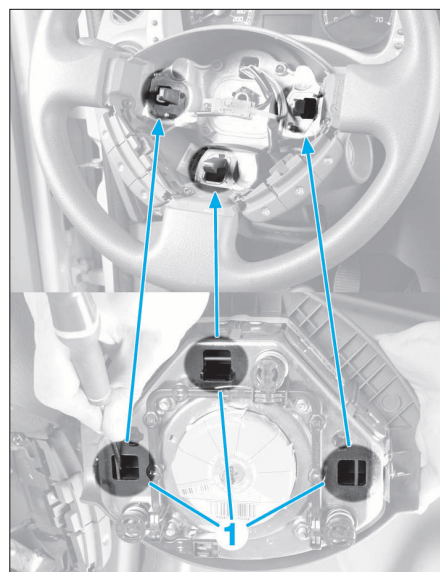

FIG. 5
- Derrière le volant, insérer un tournevis fin afin de décliper l'airbag en (1) comme illustré (Fig.5)